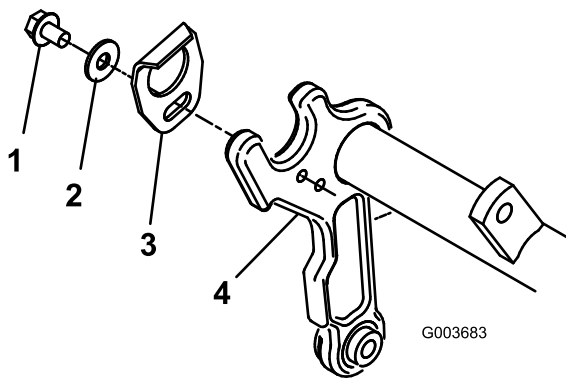

Figure 5
- Montez un guide de bac du côté approprié de chaque bâti porteur (Figure 3) au moyen d'un boulon (5/16" x ½") et d'une rondelle plate (3/8" x 7/8"). Positionnez les composants comme montré à la Figure 5.